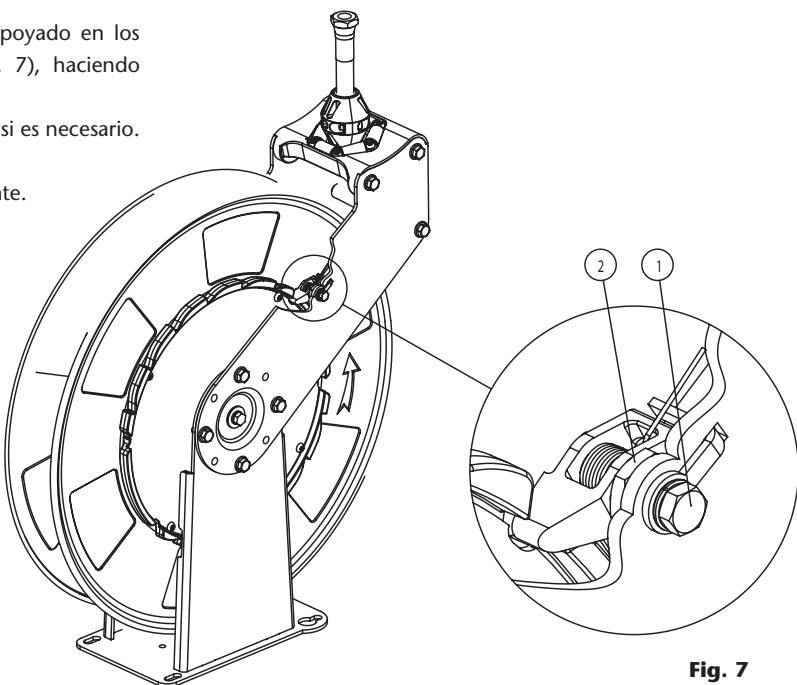

Fig. 7
1. Con la manguera enrollada y el tope manguera apoyado en los rodillos de salida, desenroscar el tornillo (1) (fig. 7), haciendo contratuercia en (2), y retirar el conjunto trinquete.